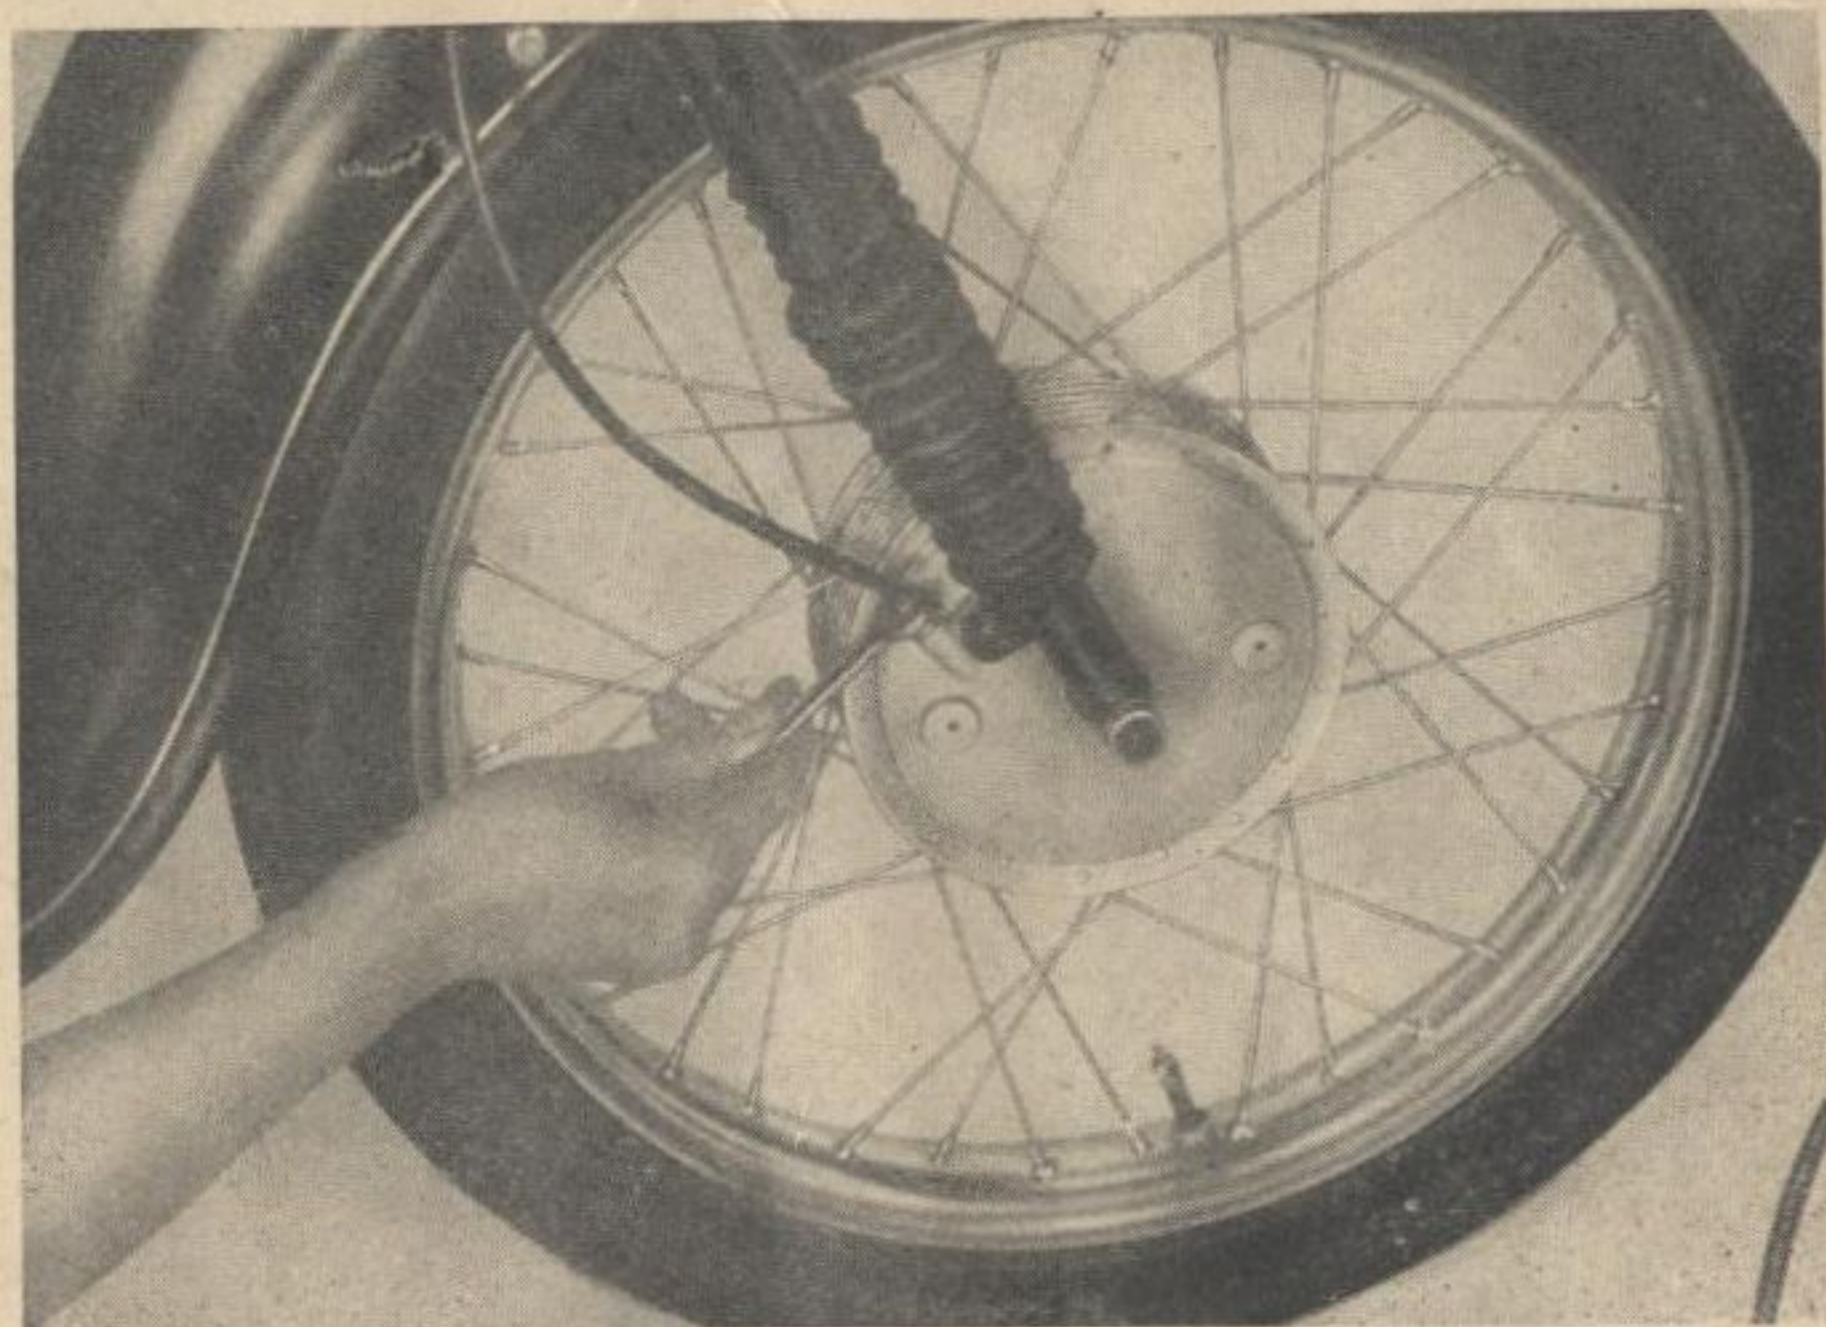

Рис. 18. Регулировка тормозов.
*Вторичную цепь* следует чистить и мазать после 2000—3000 км пробега. При этом соблюдают следующий порядок: поворачивают цепь так, чтобы ее замковое звено было на задней зубчатке. Отверткой отпускают плоскую пружину замка и снимают ее (рис. 18). Цепь разъединяется. Снятую цепь промывают в керосине. После просушки, ее приблизительно на 3 часа кладут в легкую разогретую графитную смазку, чтобы смесь проникла во все звенья цепи. Затем цепь вынимают, смазка затвердевает, а ее излишний слой стирают с поверхности цепи. Таким образом цепь подготовлена к обратной установке на мотоцикл. При монтаже надо следить за тем, чтобы замок звена был обращен в сторону движения цепи при езде. Если надо чистим и смазываем вторичную цепь прямо на мотоцикле после пробега 500-1000 км.